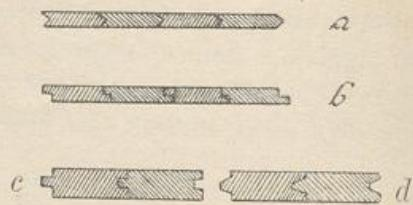

Abb. 169.
3. Spundwände (Abb. 169). Sie erhalten entweder Gratspundung *a* oder halbe Spundung *b* (bis etwa 2 m Wassertiefe), oder bei größerer Tiefe quadratische oder Keilspundung (*c* und *d*).